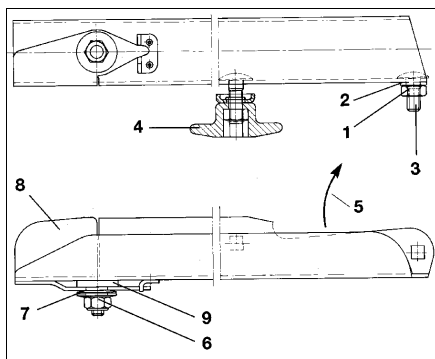

Fig. 64
- Løs mutteren med sikring (messing CuZn) (Fig. 64/6) og fjern tallerkenfjærene (Fig. 64/7).
- Skift ut dreieklaffen (Fig. 64/8).
Vær oppmerksom på plastikkskiven (Fig. 64/9) mellom spredevingen og dreieklaffen.
- Trekk til messingmutterne med sikring (Fig. 64/6) med et tiltrekningsmoment på **6 - 7 Nm**, slik at spredevingen lar seg dreie rundt med håndmakt, men ikke lar seg svinge oppover under drift.